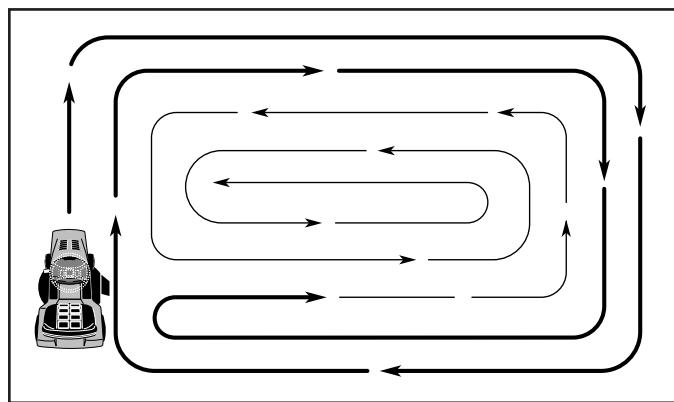

Fig. 8
- Al segar las áreas grandes, empiece girando a la derecha de modo que los recortes se descarguen, alejándose de los arbustos, cercos, entradas de automóviles, etc. Después de una o dos vueltas, siegue en la dirección opuesta, haciendo virajes a la izquierda, hasta que termine (Vea Fig 8).